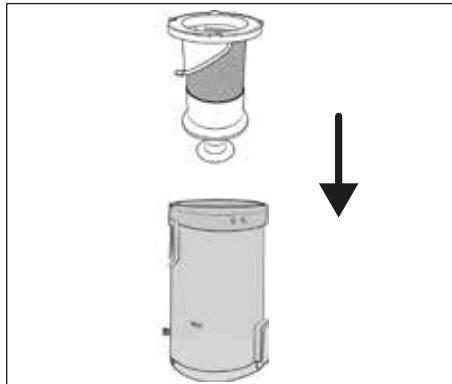

Fig. 21
- 6) Sæt filteret af rustfrit stål ❻ ind i støvbeholderen ❼, og tryk det helt ned (se fig. 21). Vær opmærksom på, at låsene på filteret af rustfrit stål ❻ har forskellige størrelser. Filteret af rustfrit stål ❻ kan kun indsættes i én position i støvholderen ❼ på grund af disse låse.